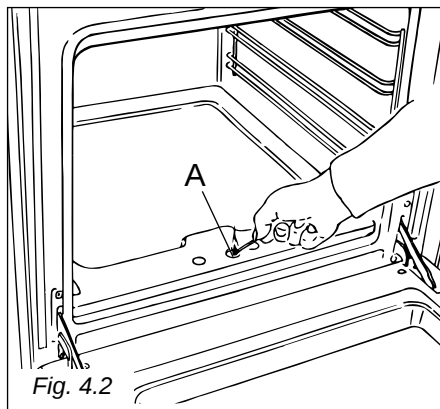

Fig. 4.2
- 3) Approcher une flamme du trou "A" de la sole fig. 4.2 pour allumer le brûleur du four.